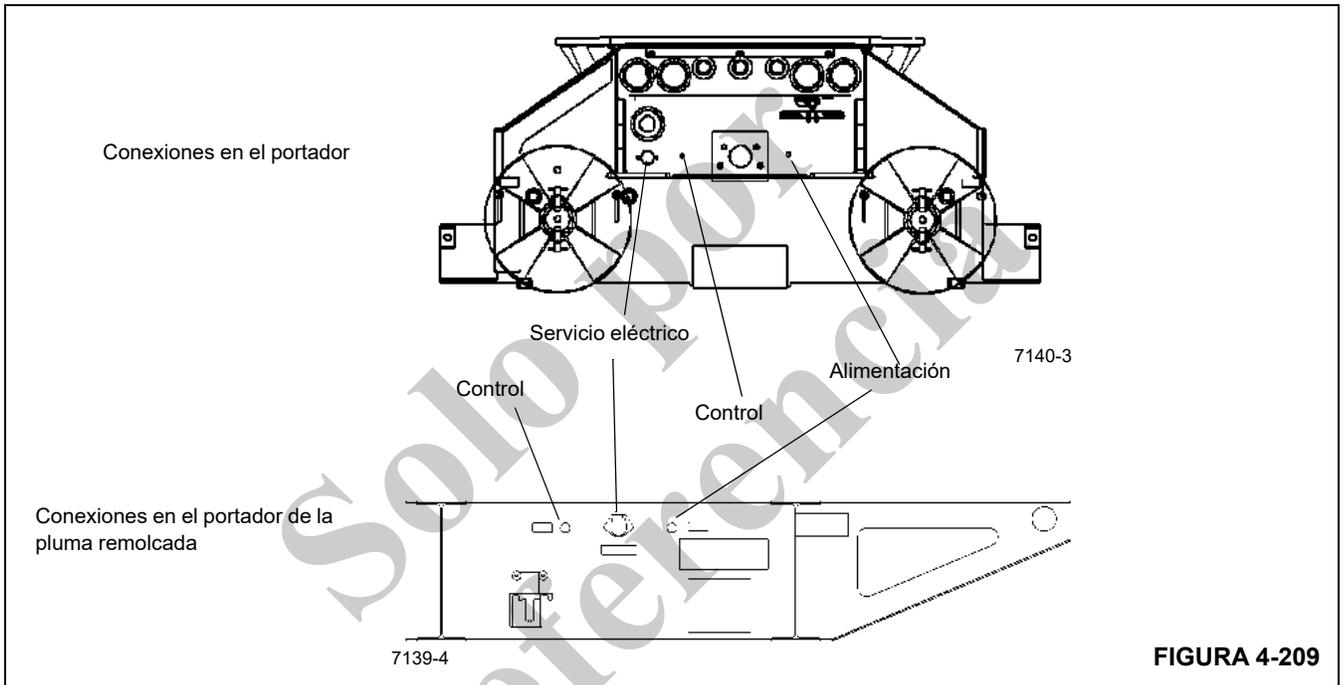

FIGURA 4-209
7. Baje la pluma sobre el portador remolcado hasta que las orejetas de la pluma se asienten en los receptores de pasadores en el portador remolcado, como se muestra en (Figura 4-209).
8. Conecte las líneas neumáticas y eléctricas entre el vehículo de la grúa y el portador de la pluma remolcada, como se muestra en (Figura 4-209).